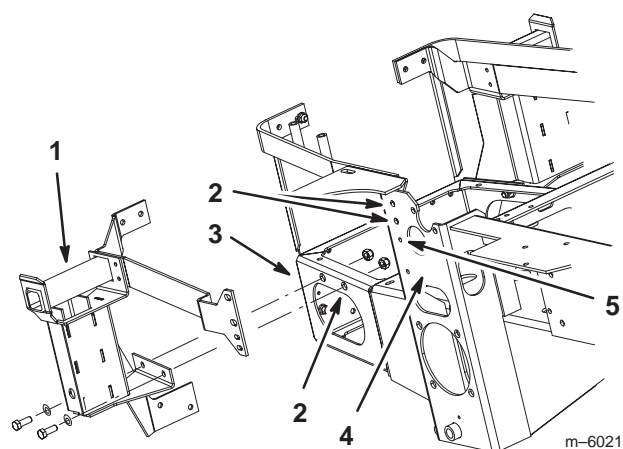

Figure 10
9. En vous servant du support de fixation du dispositif de ramassage comme gabarit, marquez l'emplacement de 4 trous au centre des fentes (Fig. 10).
10. Déposez le support de fixation du dispositif de ramassage (Fig. 10).
11. Percez 4 avant-trous de 3 mm de diamètre aux emplacements repérés. (Fig. 10).
12. Percez 2 trous de **10 mm** de diamètre dans le cadre latéral en vous servant des avant-trous de 3 mm (Fig. 10).
13. Percez 2 trous de **10 mm** de diamètre dans le côté du pare-chocs arrière en vous servant des avant-trous de 3 mm (Fig. 10).